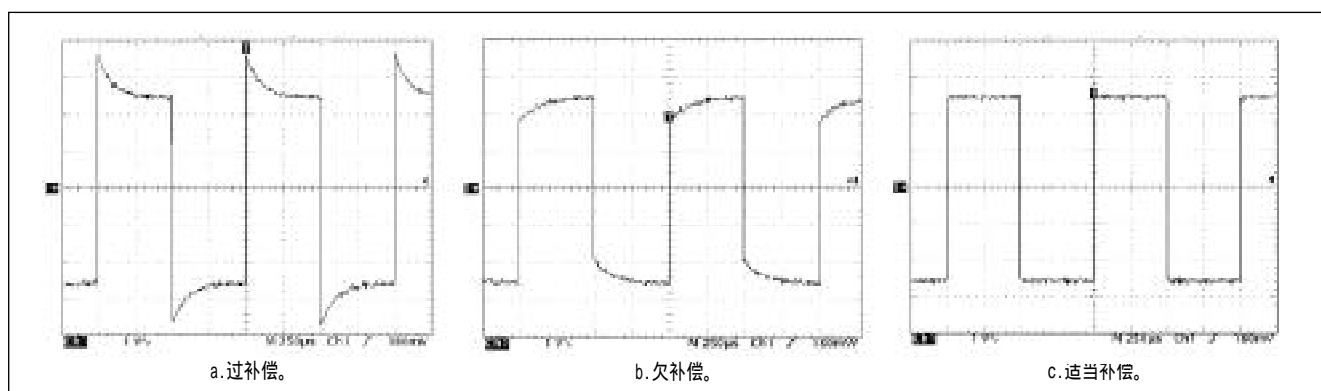

图 1-11. 一个探头补偿效果的例子：对方波的影响。
3. 使用探头自带的调整工具或其他无感调节工具，来调节补偿网络，从而获得一个标准波形，这一波形应当具有平直的顶部，不能有过冲及圆弧。(见图 1-11)。